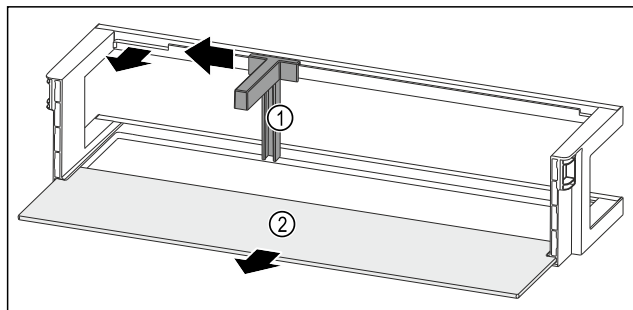

Fig. 252 Dveřní přihrádka s držákem lahví a odkládací plochou
- Držák lahví Fig. 252 (1) posuňte na stranu až k vybrání.
- Držák lahví Fig. 252 (1) odeberte.
- Odkládací plochu Fig. 252 (2) odeberte.